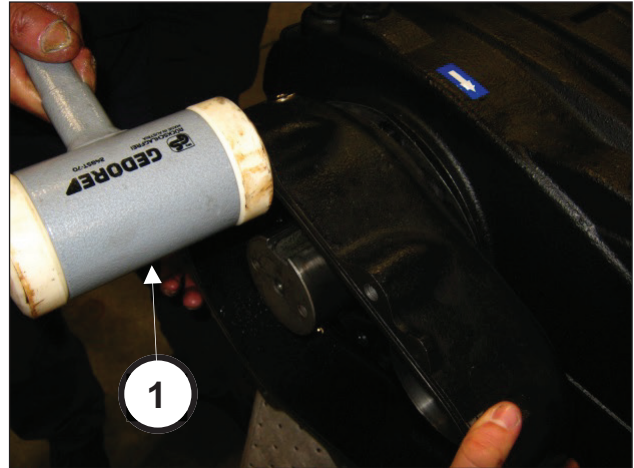

Abb. 63
des Schlagwerks (Pos. ①, Abb. 63).